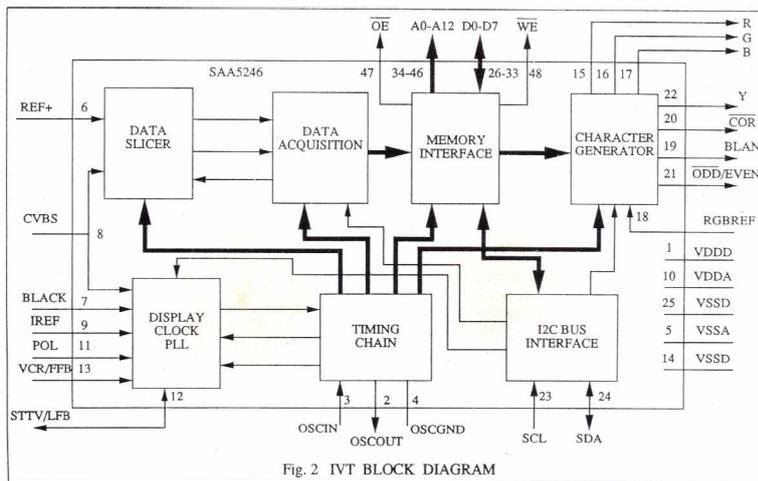

Figure 5
a) Le cœur du décodeur est le circuit SAA 5246 (IVT 1.0). Son schéma bloc est représenté à la **figure 5**.